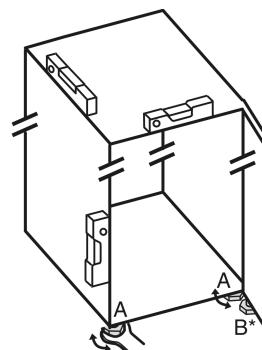

Fig. 4
- 用随附的开口扳手将垫脚 Fig. 4 (A) 借助水平仪旋出，直至稳固、平坦对齐冰箱。
► 使用随附的开口扳手旋出托架上的垫脚 Fig. 4 (B)，直至垫脚平置于地板。
► 将垫脚 Fig. 4 (B)继续旋转 90°。